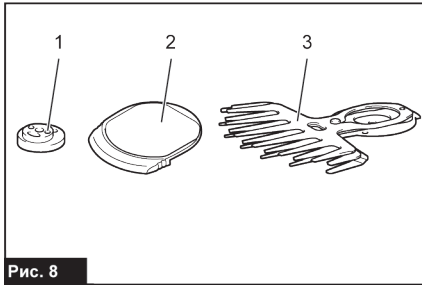

Рис. 8
1. Подготовьте кривошип, нижнюю крышку и новые режущие ножи (рис. 8).